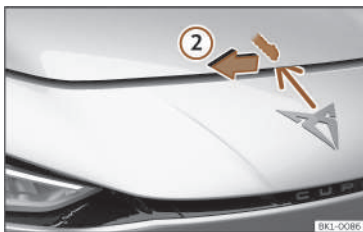

Fig. 184 Leva sotto il cofano del vano motore.
- Per aprire il cofano, premere verso sinistra con il palmo della mano la leva fino al fondo della leva situata al di sotto il cofano stesso, al centro >>> **fig. 184 (2)**. I ganci di fissaggio si sbloccano.